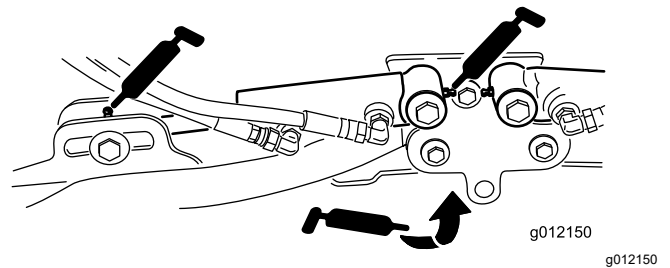

Bild 71
- Hubarmgelenke (1) (Bild 71)
- Hubarmzylinder des Mähwerks (2) (Bild 71)